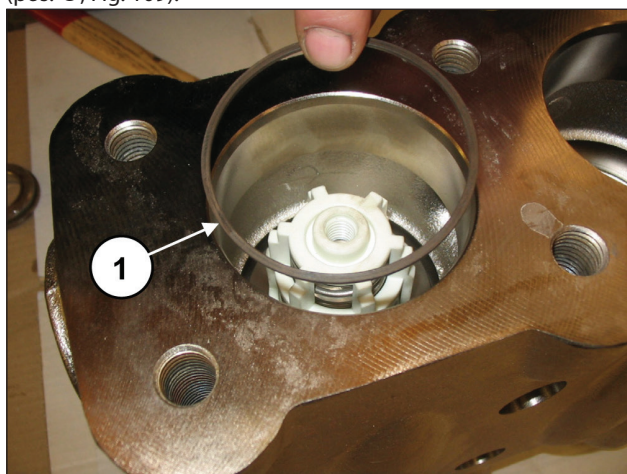

Fig. 109
Introducir la anilla antiextrusión, pos. dibujo desglosado 16 (pos. ①, Fig. 109).